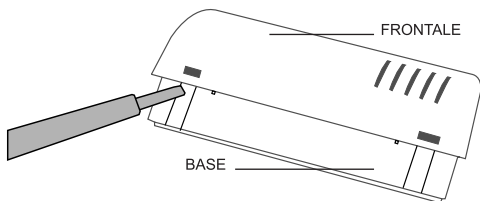

Fig.1
1. Inserire un piccolo cacciavite a taglio tra la base e la parte frontale di Easy, nelle apposite guide presenti nella base e fare leva per sbloccare i due dentini plastici. Applicare una leggera torsione con il cacciavite tra il dentino ed il foro, ma non premere direttamente sul dentino per non romperlo (Fig.1).